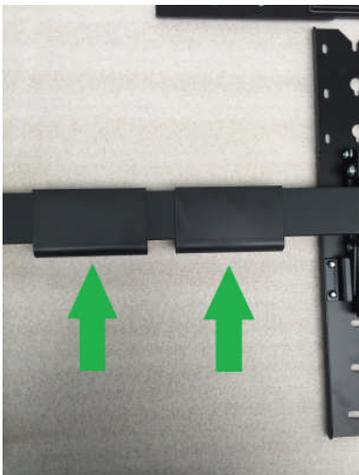

Abb. 6
- 3) Die Kabel nun unten am Schwenkarm entlang führen und die schwarzen Kabelhalter (Abb. 6 grüner Pfeil) über den Arm führen und einklicken.